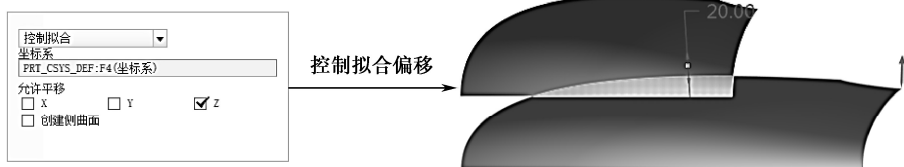

图 7-40 控制拟合偏移 Z 方向
③ 控制拟合偏移：选择控制拟合之后弹出控制拟合面板，在面板中可以对曲面平移按坐标系的 X、Y、Z 3 个方向进行控制，如图 7-40 所示为勾选 Z 方向时生成的曲面。当勾选【创建侧面】时，原始曲面和偏移曲面之间成封闭状态。